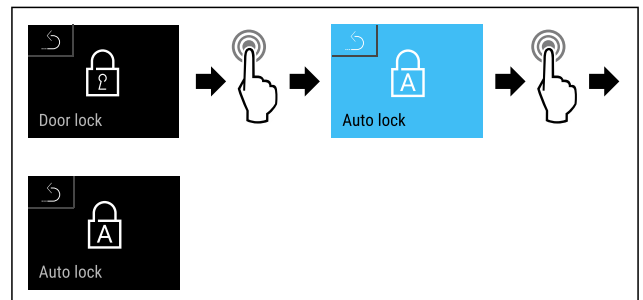

Fig. 81
- Suivre les étapes (voir Fig. 81).